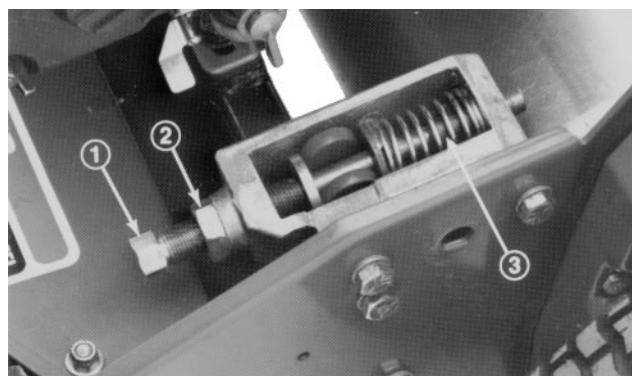
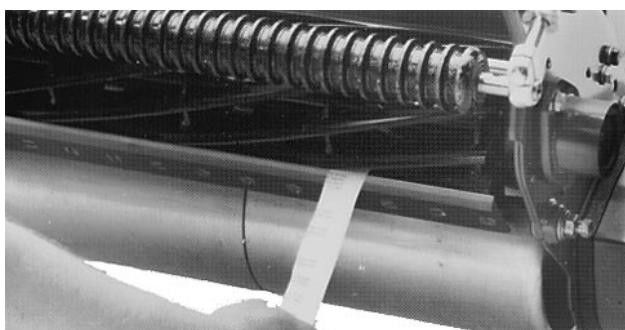

Fig. 4
Fig. 5
- Aliviar os quatro parafusos do mancal do rolo e o parafuso que fixa a polie falsa. Levantar ou descer o lado direito do conjunto do rolo até que o intervalo seja reduzido para menos de 0,25mm. Apertar os parafusos do mancal do rolo. Ajustar a tensão da correia e apertar o parafuso de montagem da polie falsa (Fig. 4).
- Colocar a máquina numa superfície de trabalho, nivelada e plana. Assegurar que é eliminado o contacto do carretel, desapertando as porcas retentoras nos parafusos de ajuste da faca da base girando os parafusos de ajuste da direita para a esquerda (Fig. 4).
- Numa das extremidades do lado da frente do carretel, colocar uma faixa longa de papel de jornal entre o carretel e a faca da base (Fig. 5). Enquanto o carretel está a girar lentamente para a frente, apertar o parafuso de ajuste da faca da base (na mesma extremidade do carretel), um castelo de cada vez, até que o papel seja ligeiramente apanhado quando for colocado pela parte da frente paralelo com a faca da base, o que resulta numa ligeira retenção quando se puxa o papel (Fig. 4).
- Depois da regulação, verificar para ver se o carretel pode apanhar o papel quando este é colocado pela parte da frente e corta o papel quando este é colocado em ângulo recto em relação à faca da base (Fig. 5). Deve ser possível cortar o papel com o mínimo contacto entre a faca da base e as lâminas do carretel. Se houver retenção excessiva do carretel, será necessário ou retirar material ou voltar a rectificar a unidade de corte para alcançar os gumes aguçados necessários para corte rigoroso (consultar o manual da Toro sobre a técnica de afiar os carretéis).
ADVERTÊNCIA: Actuar com precaução se estiver a retirar a barra da base porque as molas dos parafusos de ajuste (Fig. 4) estão sob tensão e podem soltar-se